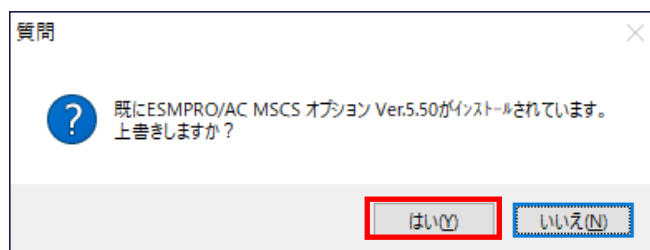

図 5.1-17
(6) 下位バージョンの製品がインストールされている状態でバージョンアップインストール、または、同一バージョンの製品がインストールされている状態で上書きインストールをする場合は、上書きを実施するか表示されます。インストールを継続する場合の場合は「はい」を選択します。図 5.1-17 のバージョン番号はインストールされているESMPRO/AC製品のバージョンが表示されます。